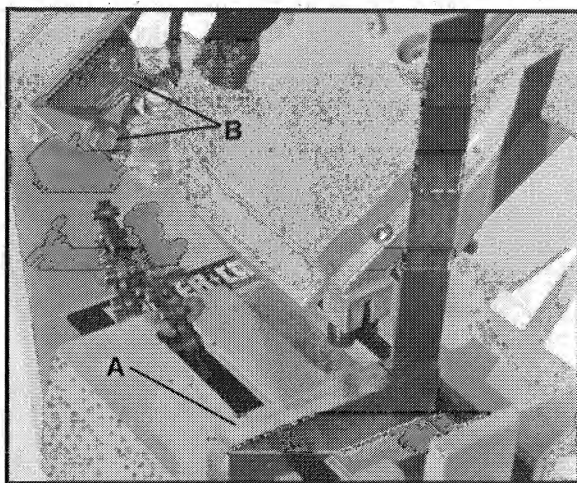

Fig. 10
3. Mettre une équerre (A), Fig. 10, sur le plan de travail de l'embase et contre la lame comme illustré et vérifier que la lame est perpendiculaire au plan de travail de l'embase. Si un réglage est nécessaire, desserrer les deux vis (B), Fig. 10, et faire pivoter le bras jusqu'à ce que la lame soit perpendiculaire au plan de travail. Ensuite serrer fermement les deux vis (B).